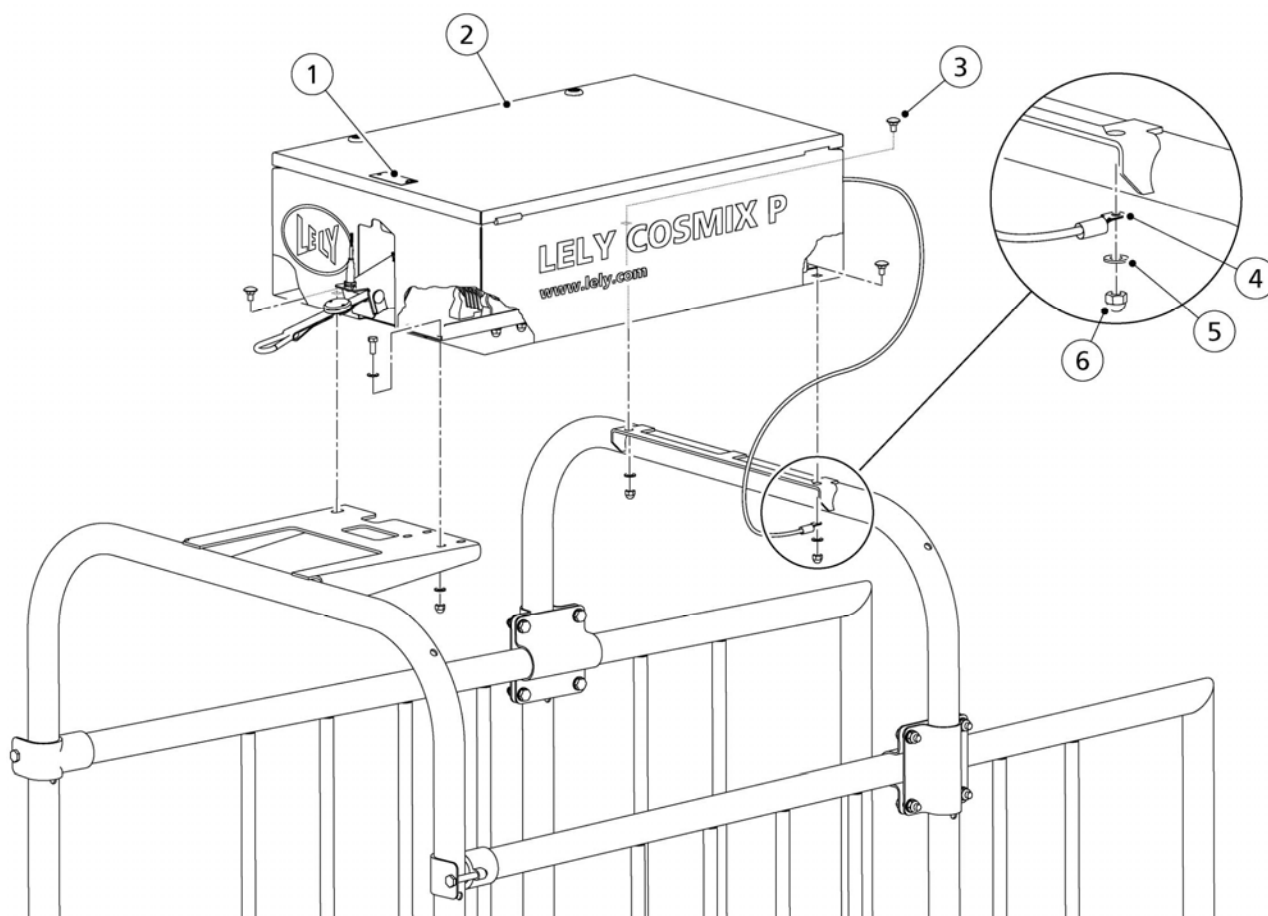

Figure 20. Juhtimisseadme paigaldamine
1. Paigaldage neli T-klambrit (8, fig. 20, page 5-11) lõdvalt paigaldustorude (1) külge, kasutades 8 mm pesapeavõtit.
2. Paigaldage neli polti (9) ja kaheksa mutrit (7) paigaldustorude külge.